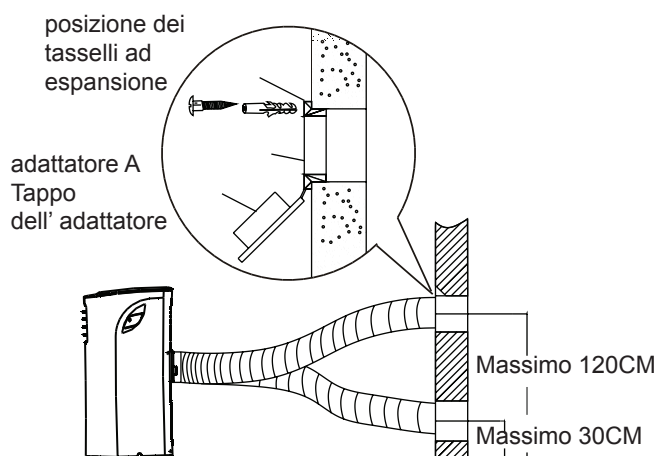

Fig.19
1. Realizzare un foro nella parete. Installare l'adattatore A di scarico a muro sulla parete (esterna) utilizzando i 4 tasselli ad espansione e le viti in legno, assicurandosi di averlo fissato bene. (Vedi Fig.19)